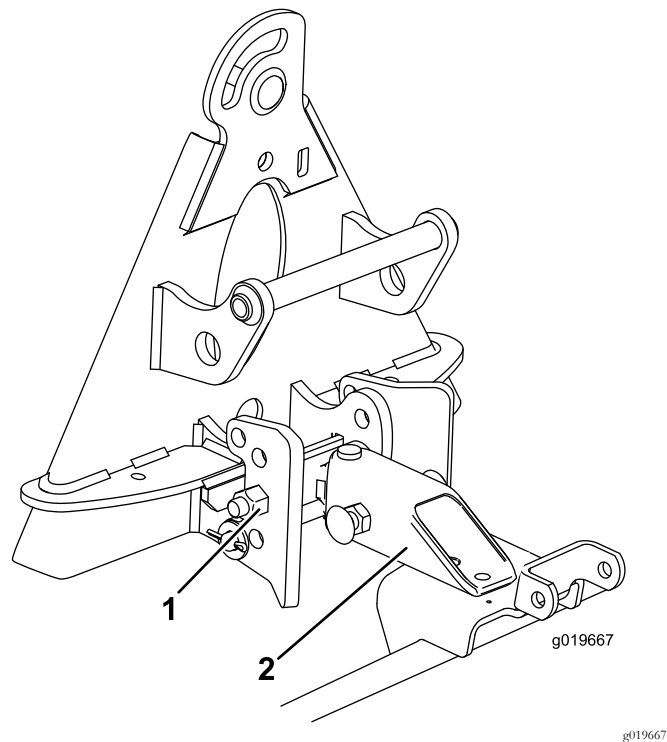

图14
1. 将挂钩总成安装在限位支架的下孔中图14。
2. 使挂钩管较长的一侧向下并安装到吊架总成的上方图14。